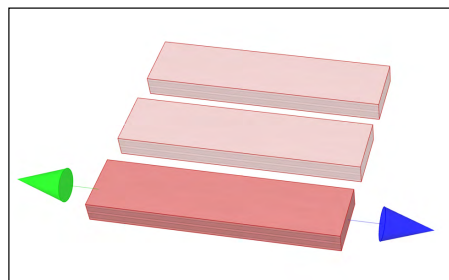

図 7-3 基準となる材料
| ① 材料の名称 | 選択した材料の名称が表示されます。材料を複数選択している場合は、基準 (図 7-3) となる材料の名称が表示されます。 |
| ② 材料の寸法 | 選択した材料の寸法が表示されます。材料を複数選択している場合は、基準 (図 7-3) となる材料の寸法が表示されます。 |